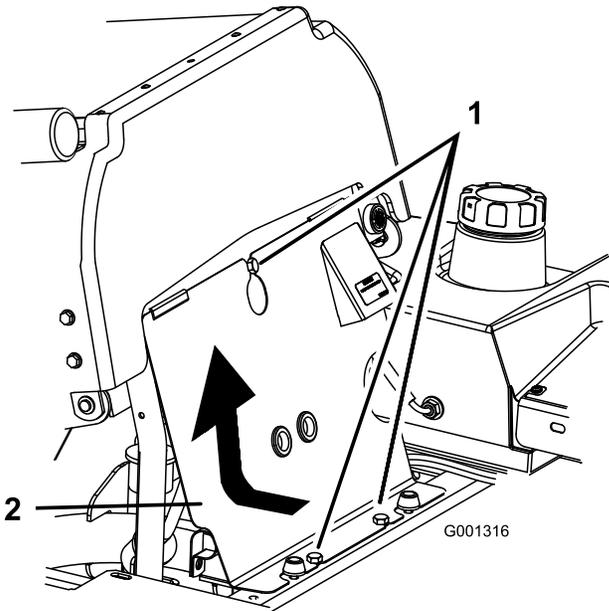

Figure 38
1. Basculez le siège en avant, desserrez les boulons et déposez le panneau avant du moteur (Figure 38).